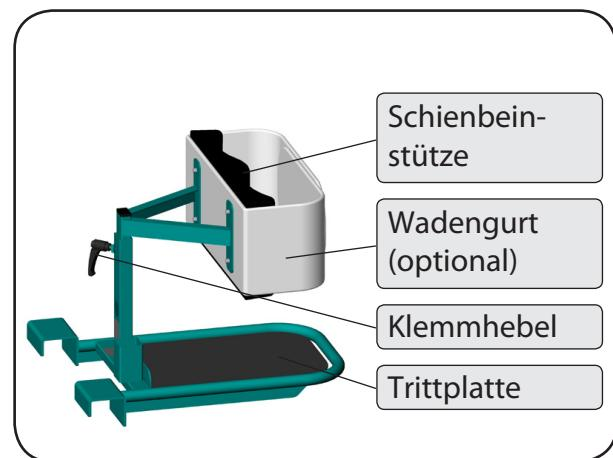

Abbildung 66
4. Lösen Sie den Klemmhebel an der Schienbeinstütze und stellen Sie die richtige Höhe der Schienbeinstütze ein (Abbildung 66). Die Oberkante der Schienbeinstütze muss knapp unterhalb der Kniestie des Patienten liegen.